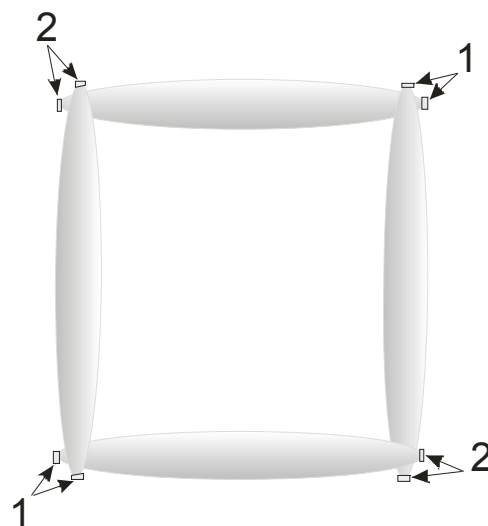

Рис. 4.7
4.12 Перекрытие ЗО при установке на местности с поворотами контролируемого рубежа, например как условно изображено на рис. 4.7, достигается тем же методом (см. п. 4.10).